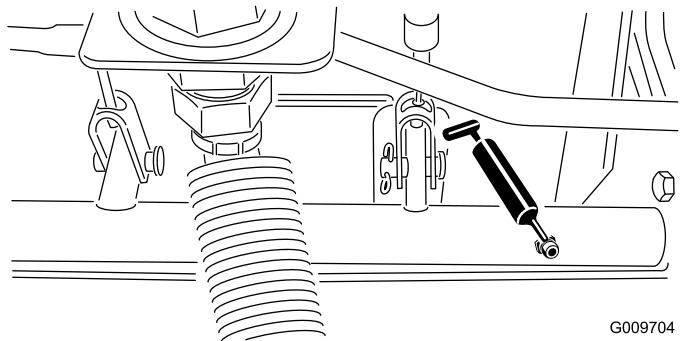

Figura 75
- Cuscinetti orientabili dell'albero del freno (5) come illustrato nella Figura 75